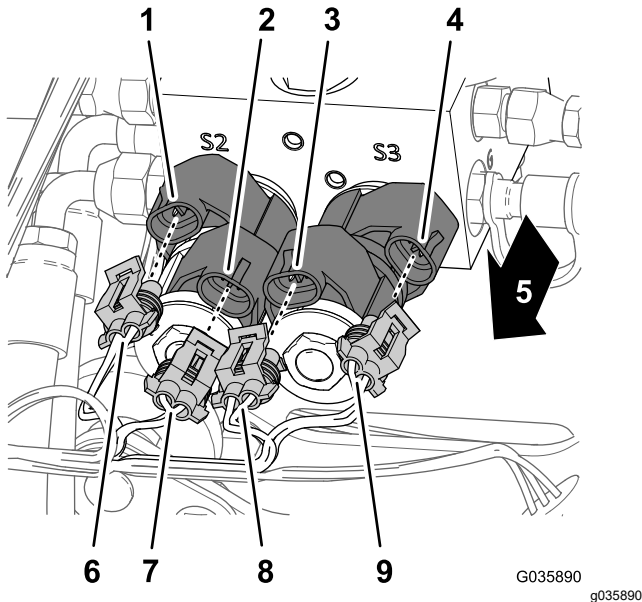

図 25
1. 昇降シリンダ用マニホルドの前部で、ソニックboom用のワイヤハーネスのコネクタ4個を、boomの昇降用ソレノイドに、図 25のように接続する。